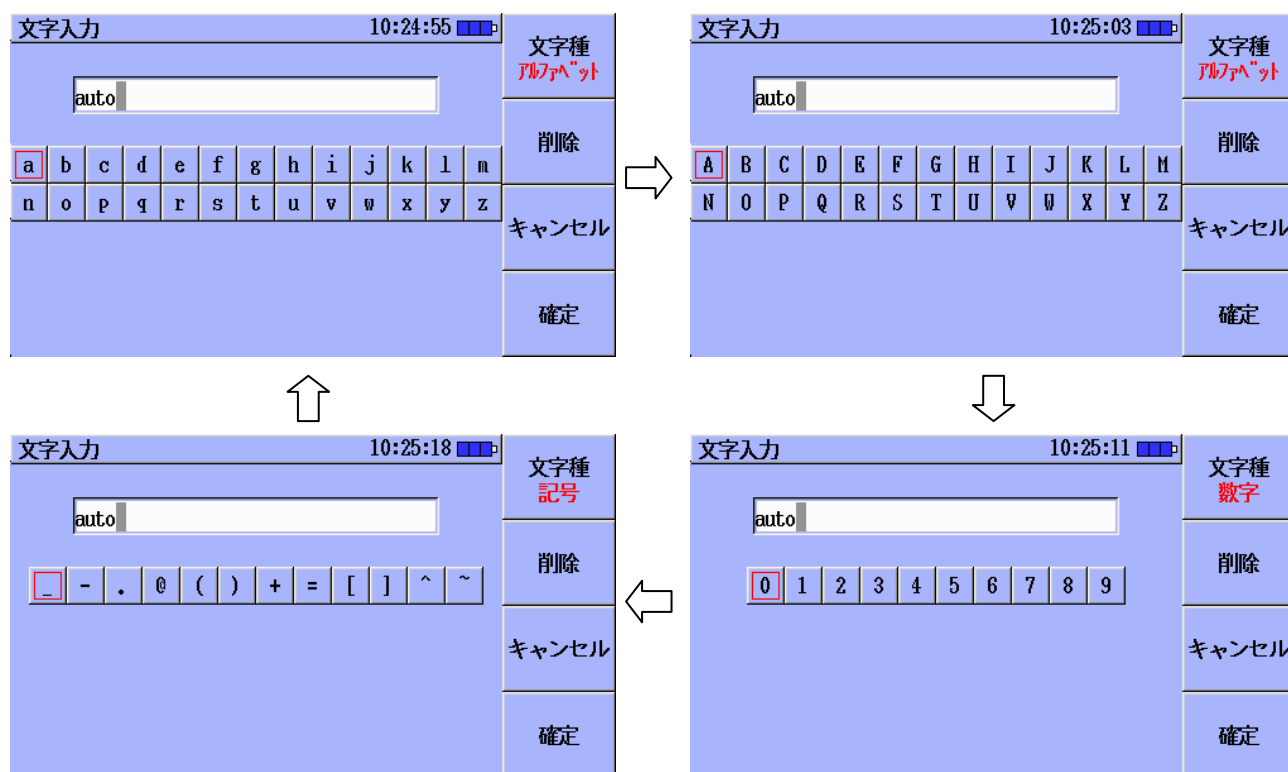

図3.6-1 入力文字の遷移
2. **F1** を押すごとに入力できる文字の種類が、図 3.6-1のようにアルファベット、数字、記号に切り替わります。**F1** を押して、入力する文字の種類を選択します。**F1** の表示内容が、現在選択されている文字の種類です。